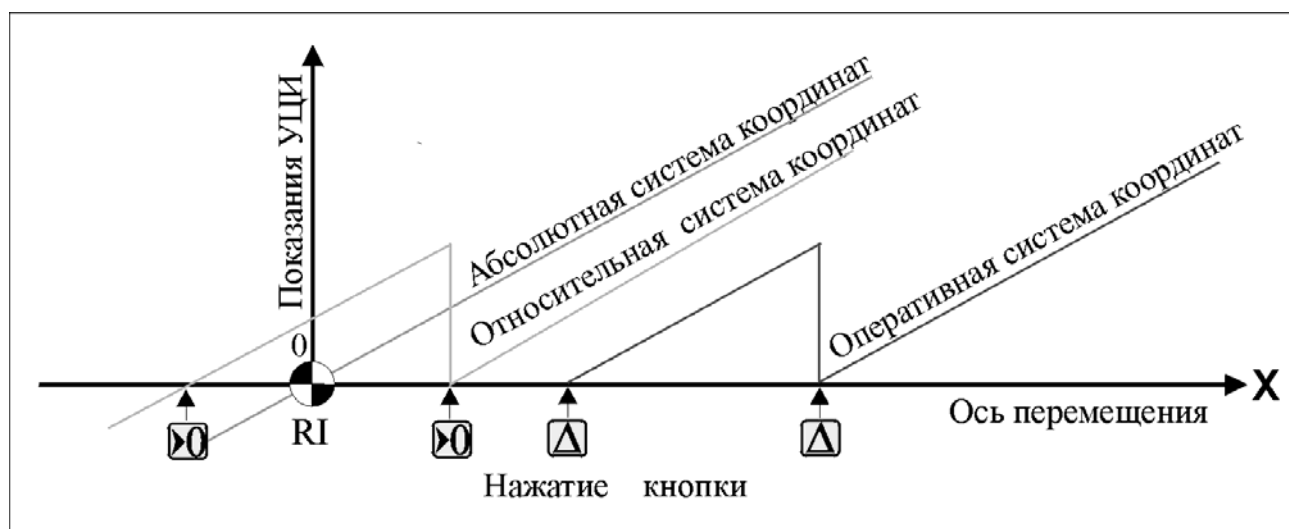

Рис. 27
- рассчитывает величину перемещения в одной из трех систем отсчета: *абсолютной*, *относительной* или *оперативной* (рис. 27);
УЦИ одновременно контролирует перемещение в трех системах отсчета: *абсолютной, относительной и оперативной* (рис. 27) для каждой оси.